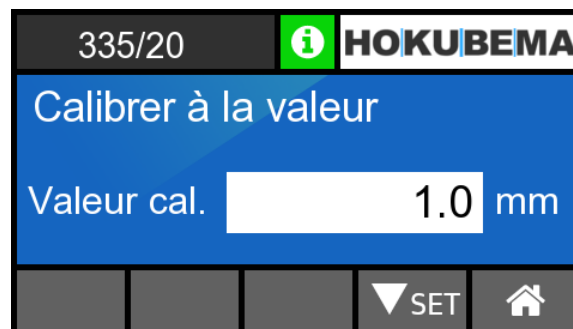

Figure 41 : menu de calibrage avec valeur de calibrage
- Dans la fenêtre qui s'ouvre, appuyez sur le bouton « **Calibrage** » → Le menu de calibrage s'ouvre (voir ⇒ Figure 41).